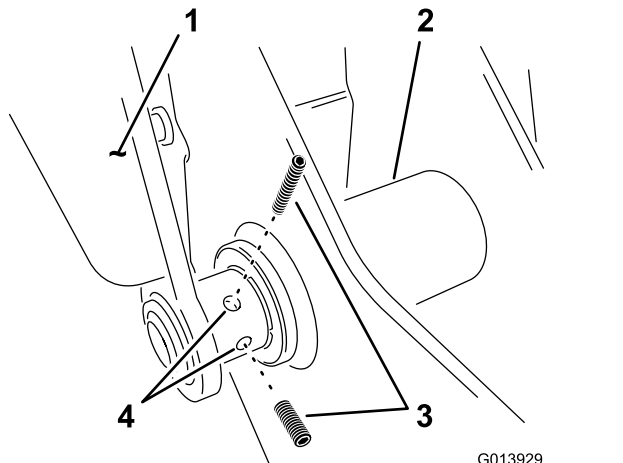

Figure 7
9. Vissez 2 vis de maintien sur le bras gauche au point d'articulation inférieur (Figure 7).
6. Serrez les 2 vis de maintien sur le bras pivotant gauche ; voir la Figure 7 sous Montages des bras de berceau sur le cadre porteur (page 7).